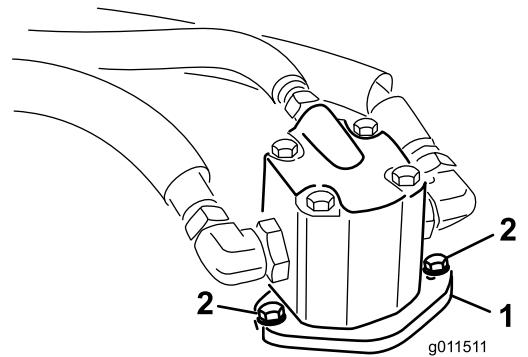

Bild 98
- Entfernen Sie die Schrauben, mit denen der Hydraulikmotor am Mähwerk befestigt ist (Bild 98). Heben Sie den Motor vom Mähwerk ab und legen ihn auf die Oberseite des Mähwerks.